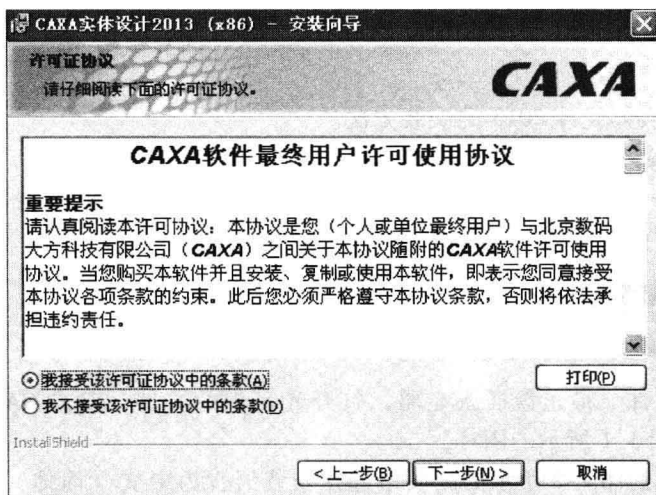

图 1-4 安装协议
步骤 4: 选择“我接受该许可证协议中的条款 (A)”, 单击“下一步”按钮, 如图 1-4 所示。